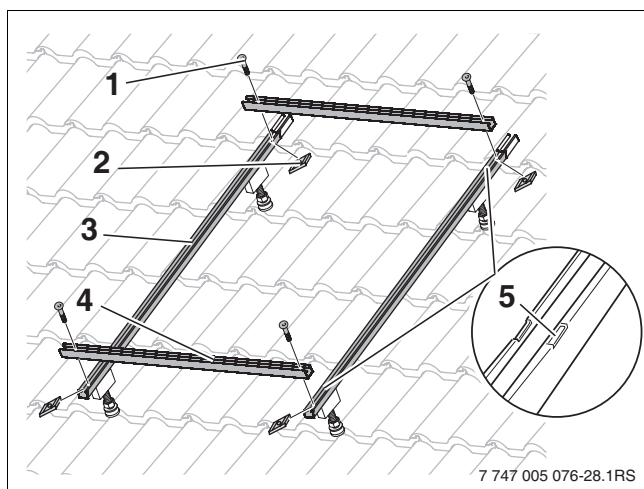

Bild 43 Profilschiene FD/ÜD an Profilschiene-Kollektor befestigen
- Schraube (Bild 43, [1]) in das Langloch der Profilschiene FD/ÜD [4] einstecken und Nutenstein locker aufschrauben, bis ein leichter Widerstand spürbar wird.
- Profilschienen FD/ÜD (Bild 43, [4]) in die Aufnahme-kerben [5] in der Profilschiene-Kollektor [3] einlegen und mittig ausrichten.
- Nutenstein (Bild 43, [2]) in die Profilschiene-Kollektor [3] einlegen und Schraube anziehen.